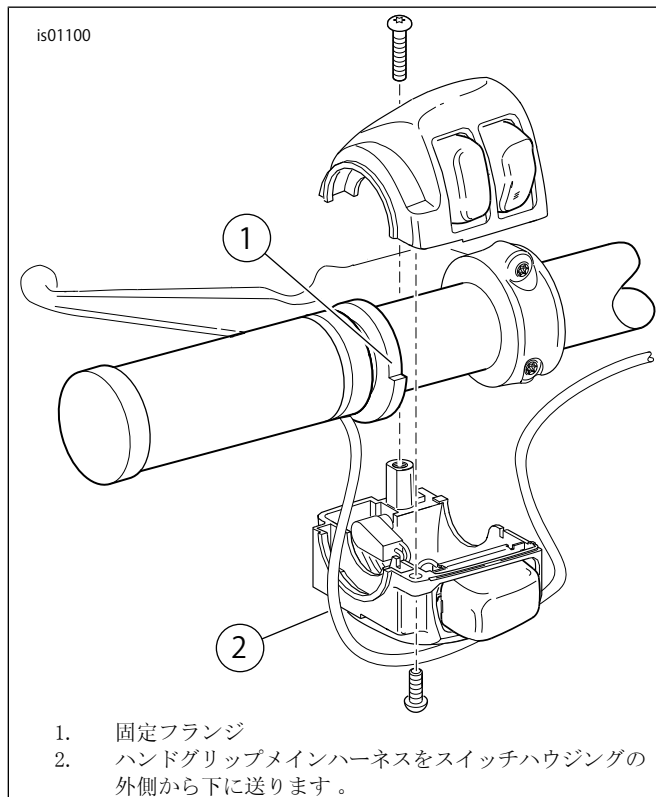

図1。ヒートッドハンドグリップ(左側)
9. 「図1」を参照してください。固定フランジ(1)を下側のスイッチハウジング(2)に確実に取り付けられるように左グリップの位置をハンドルバー上で合わせます。